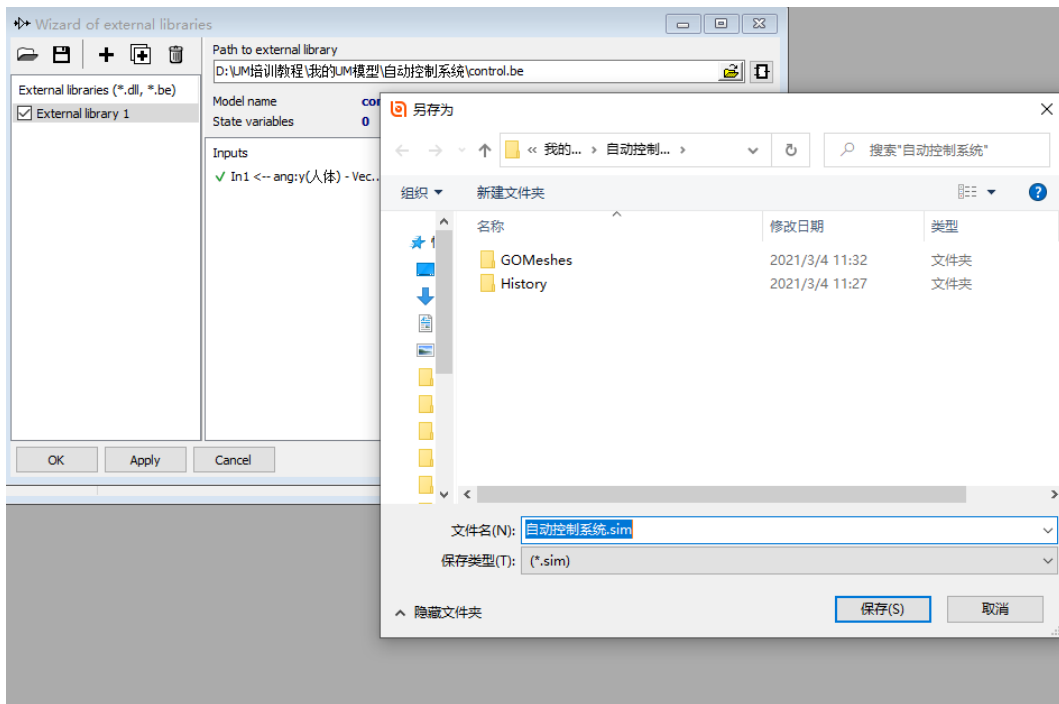

图 2-149
7) 勾选 **External library 1**，并保存，如图 2-149。